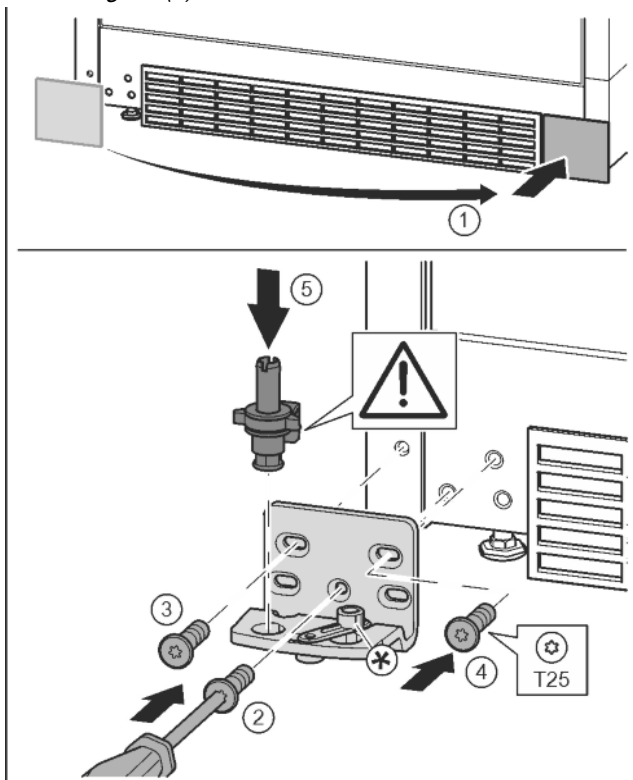

Fig. 16
- ▶ Sejměte kryt a připevněte jej na druhé straně. Fig. 16 (1)
- ▶ Nasad'te stojan ložiska na druhé straně a přišroubujte pomocí šroubováku T25. Začněte šroubem 2 dole uprostřed. Fig. 16 (2)
- ▶ Pevně utáhněte šroub 3 a 4. Fig. 16 (3, 4)
- ▶ Zcela vložte ložiskový čep. Přitom dávejte pozor, aby zajišťovací vačka směřovala dozadu. Fig. 16 (5)